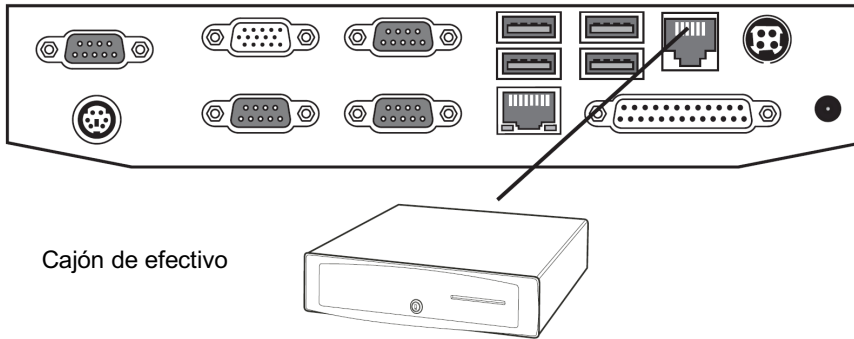

Figura 4.1 Conexión del cajón de efectivo
1. Conecte el cable RJ-11 de el cajón de efectivo al conector RJ-11 en el equipo como se muestra en la Figura 4.1.